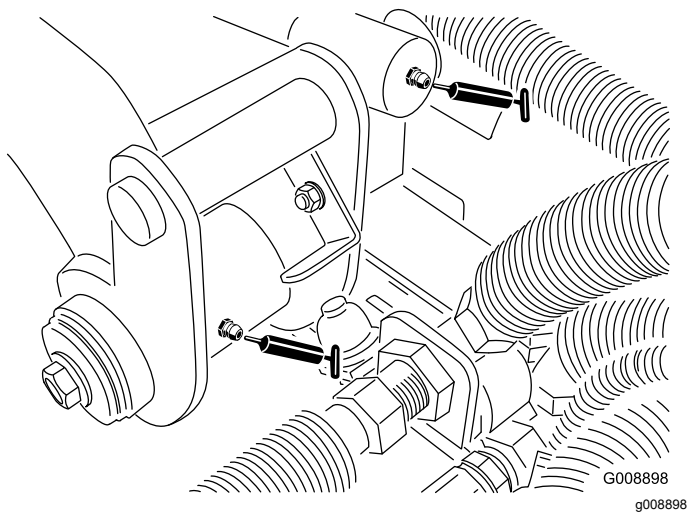

Figure 63
- Pivot de bras de levage arrière et vérin de levage (2 graisseurs) (Figure 63)